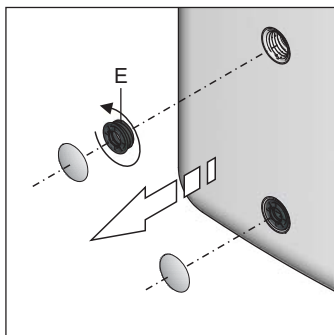

Fig. 5-4 Étapes de travail 2 + 3
- démonter le cache à l'aide de la poignée et dévisser l'embout fileté (fig. 5-4, rep. E) du réservoir du ballon.